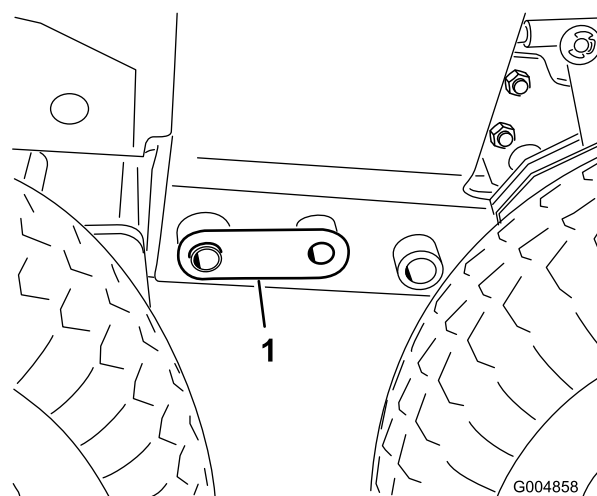

図 83
35. 前側のジャッキを外してタイヤで機体前部を支え、カップラピン 図 83 がゆるんで外せるようにする。